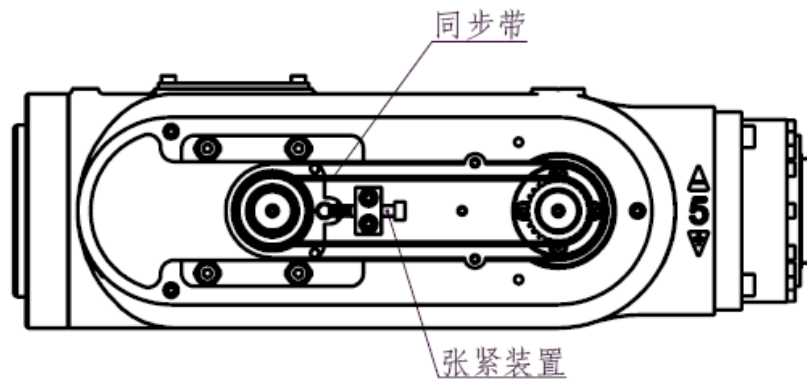

图 4.3 SA1400/SA1800 手腕同步带结构图
- 3、SA1400/SA1800 机器人手腕处同步带结构如图 4.3 所示。更换同步带时，必须使皮带的张力降到最低，才能取出，严禁同步带在有高张力的情况下，利用